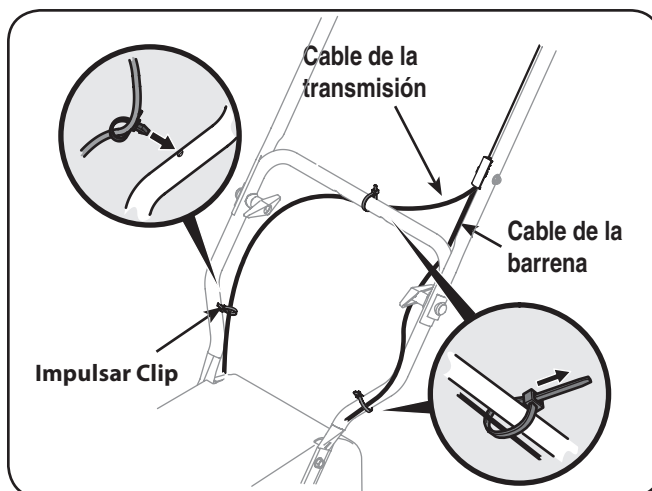

Figure 3-3
**NOTA:** El recorrido del cable de la barrena pasa por debajo de la barra de control inferior izquierda y el cable de transmisión pasa a través de la parte superior de la barra de control inferior y por debajo del lado derecho de la misma. Vea la Figure 3-3.
7. Dos cables de sujeción se han utilizado para atar sin apretar los cables de control de la manija inferior. Un clip de presión también se incluye en el cable de la unidad inferior. Posición de las ataduras de cables ahora, como en la Figure 3-3, y apriete para fijar los cables a la manija inferior. Recorte el exceso de material de las ataduras de cables. Instale el clip de presión en el orificio en el mango como el indicado en el recuadro a la izquierda en la Figure 3-3.